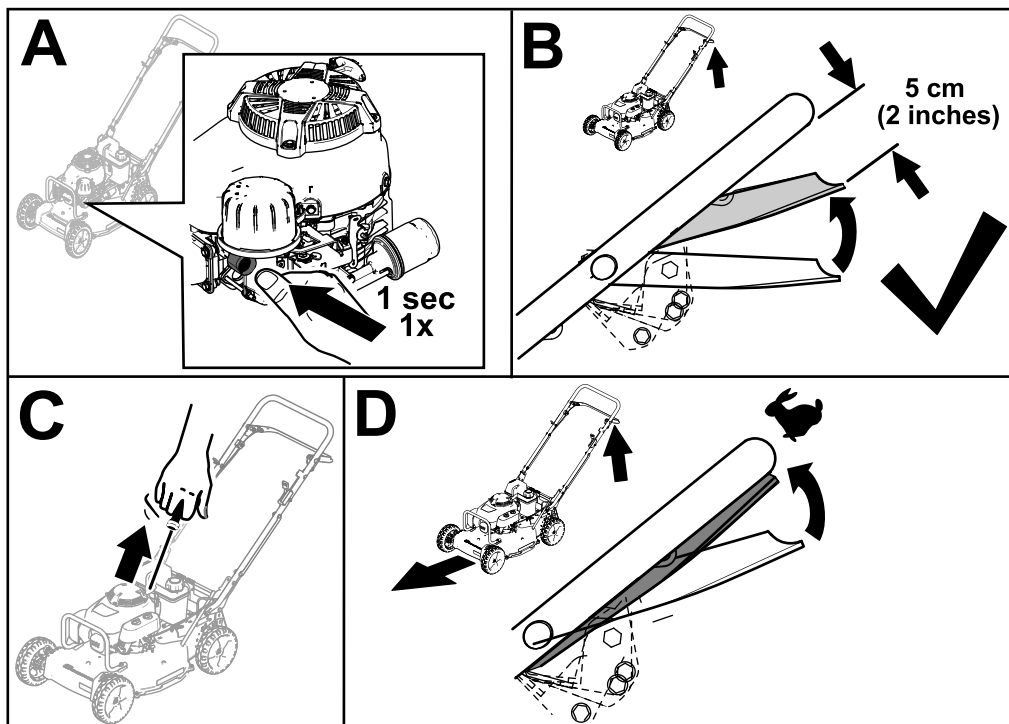

Figura 14
3. Apriete firmemente la perilla del cebador durante un segundo (Figura 14, A).
4. Sujete la barra de control de la cuchilla en la posición de marcha/cambio, unos 5 cm (2") por debajo del manillar (Figura 14, B).
5. Tire suavemente del arrancador hasta que note resistencia, luego tire con fuerza y deje que vuelva lentamente a la guía de cuerda del manillar (Figura 14, C).